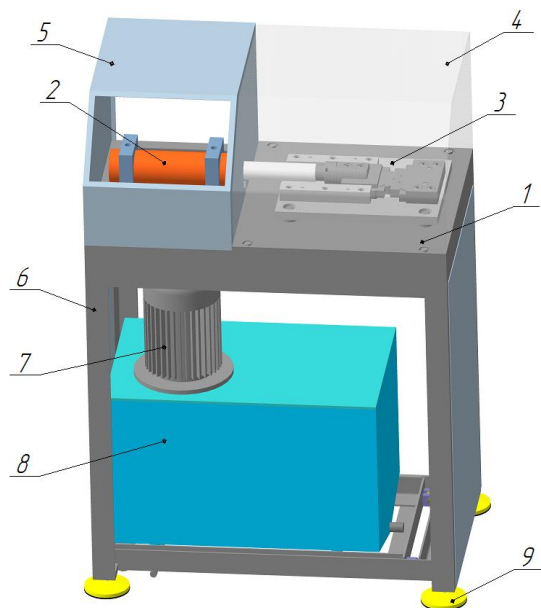

Рис. 2 – Пресс. Расположение составных частей
4.1 Установить пресс на твёрдой чистой поверхности. С помощью регулируемых опор (поз.9, рис.2) выставить пресс горизонтально. Проверку горизонтальности производить по станине (1) прессы с помощью строительного уровня.